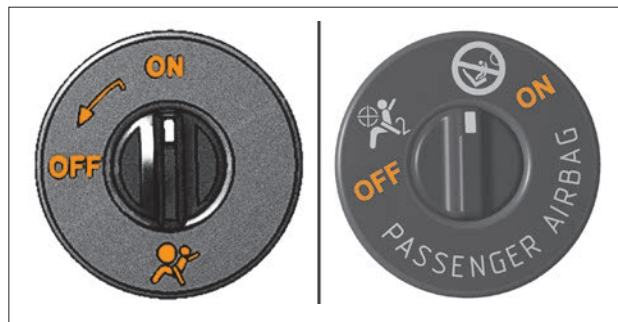

Рис. 13. Выключатель фронтальной подушки безопасности пассажира (в варианном исполнении)
**В варианном исполнении** автомобиль комплектуется выключателем фронтальной подушки безопасности пассажира (рис. 13), предназначенным для отключения фронтальной подушки при размещении на переднем сиденье ребёнка в специальном детском кресле (см. раздел «Установка детских удерживающих устройств»).